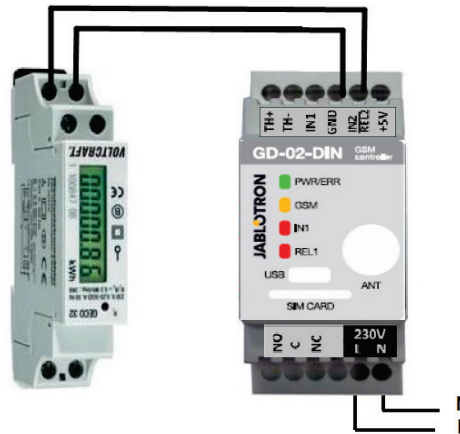

Fig. 6: El-måler modus
- Denne tilstand kræver forbindelse mellem impulsudgang og en sekundær el-måler ved brug af terminalerne IN2 og GND på GD-02-SUB (se fig. 6) El-måleren kan være énfasen eller tre-faset.